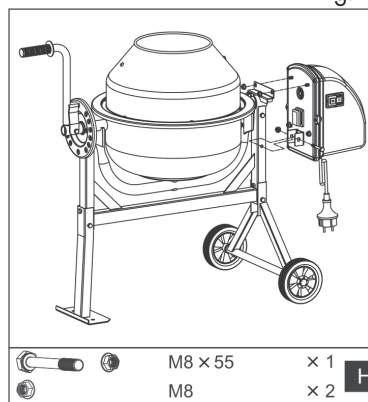

Fig.12
9. Nell'ultima fase di montaggio si monta l'unità. Per fare ciò, allineare i denti e far scorrere l'unità sull'albero. Avvitare l'alloggiamento del motore al telaio. Utilizzare dadi con la marca-tura M8 (H), Fig.12.